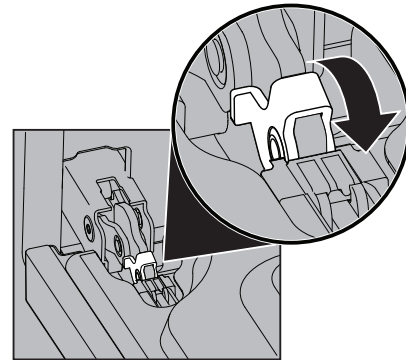
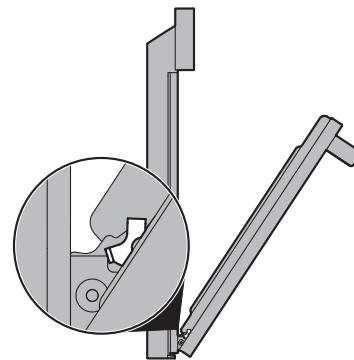

Figure 18: Serrure de charnière de porte
Figure 19: Position de retrait
2. Tirez vers l'avant le verrou situé sur chaque support de charnière du four jusqu'à ce que le verrou s'arrête. Vous devrez peut-être appliquer une petite pression vers le haut sur le verrou pour le tirer vers le haut (Figure 18 et Figure 19).
2. Tenez la porte du four au même angle que pour le retrait. Insérez avec précaution les leviers de charnière dans le cadre du four jusqu'à ce que vous sentiez que les leviers de charnière sont logés dans les encoches de charnière. Les bras de charnière doivent être entièrement insérés dans les encoches de charnière avant que la porte du four ne puisse être complètement ouverte. (Figure 19).